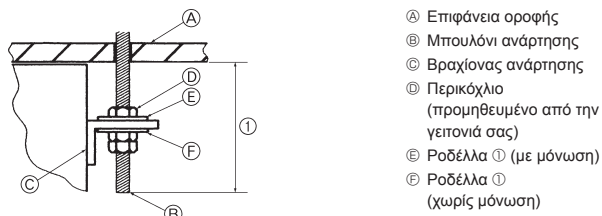

Fig. 3-5
- Ⓔ Ροδέλλα ① (με μόνωση)
- Ⓕ Ροδέλλα ① (χωρίς μόνωση)
4) Προπαρασκευή εσωτερικής μονάδας (Fig. 3-5)